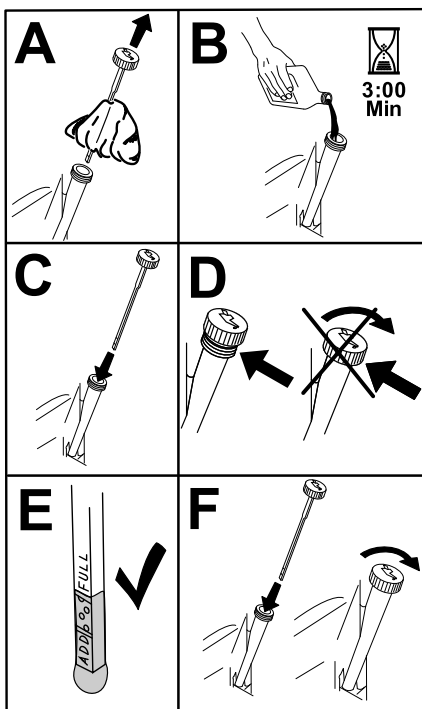

図 32
6. 所定量の 80% 程度のオイルをゆっくり入れ、そこから、残りの量を注意深く足して**FULL**マークまで入れる **図 32**。